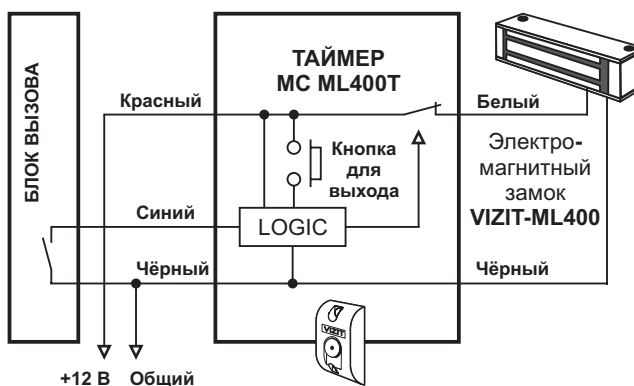

Рисунок 1 - Пример схемы соединений при управлении таймера внешними нормально разомкнутыми контактами
- при замыкании синего и черного проводов таймера внешними нормально разомкнутыми контактами (рисунок 1);